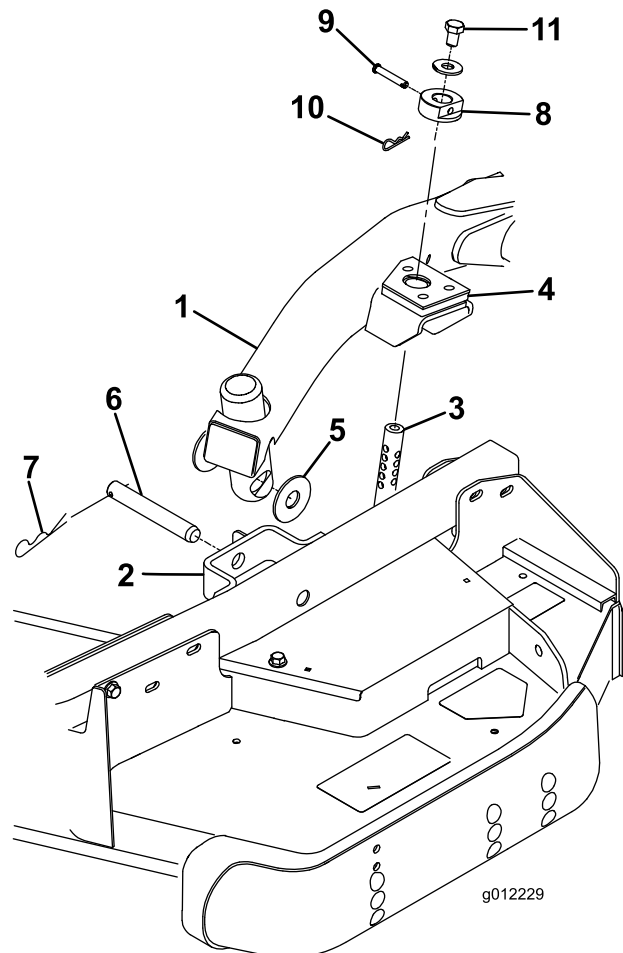

Figura 4
2. Portate la leva di sollevamento in posizione Float. Spingete verso il basso un braccio di sollevamento fino a quando i suoi fori non si trovano allineati ai fori della staffa del braccio della ruota orientabile e l'asta dell'altezza di taglio può essere inserita nei pattini del braccio di sollevamento (Figura 4).
3. Fissate il braccio di sollevamento al braccio della ruota orientabile con 2 rondelle di spinta, un perno con testa e una coppiglia. Posizionate le rondelle di spinta tra il braccio di sollevamento e la staffa del braccio della ruota orientabile (Figura 4). Inserite l'estremità della coppiglia nell'apposito intaglio di ritegno presente sulla linguetta del braccio della ruota orientabile.
7. Montate i collari dell'altezza di taglio sulle aste dell'altezza di taglio e fissateli con dei perni con testa e delle coppiglie (Figura 4). Se possibile, collocate la testa del perno rivolta verso la parte anteriore del piatto.
8. Montate un bullone (1/2 x 3/4 pollici) e una rondella sulla parte superiore di ogni asta dell'altezza di taglio (Figura 4).